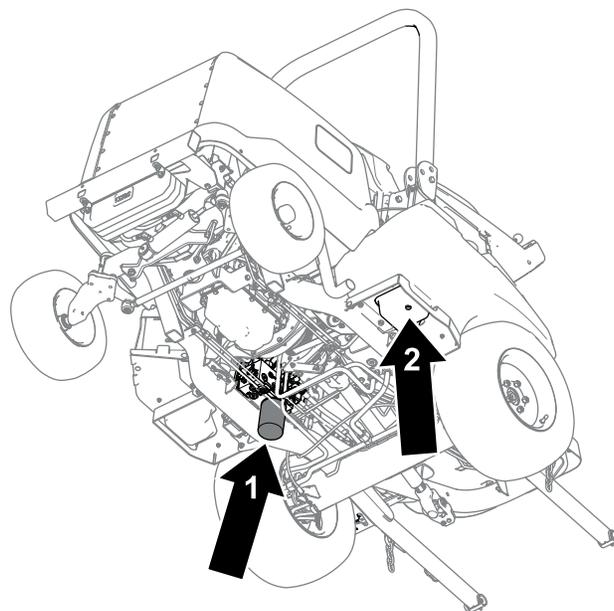

Figura 80
4. Rimuovete il tappo di spurgo (Figura 80) dalla base del serbatoio e lasciate fuoriuscire il fluido idraulico nella bacinella.
6. Collocate una bacinella di spurgo sotto il filtro (Figura 80), toglie il filtro e lasciate defluire l'olio rimanente nella bacinella.